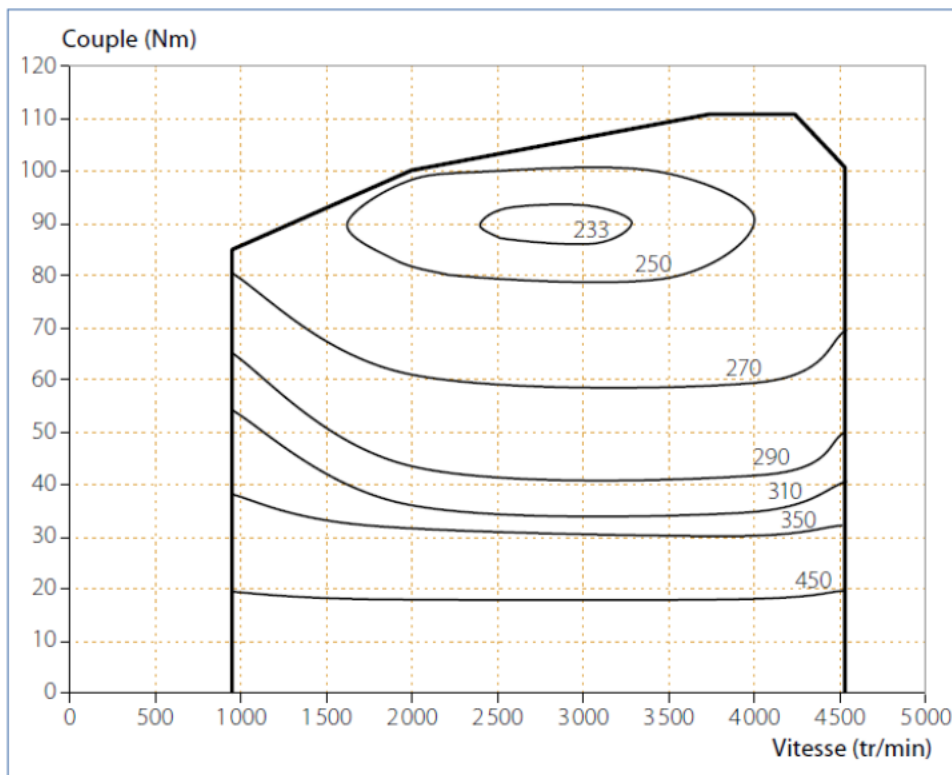

Figure 1 : consommation spécifique (g/kWh)
- Courbe d'iso-consommation donnée en figure 1.
- 1.1.3. Pour la puissance P₈₀, représenter sur la figure 1 les valeurs du couple Cr pour les valeurs de vitesse du moteur thermique comprises entre 1500 tr/min et 4500 tr/min.